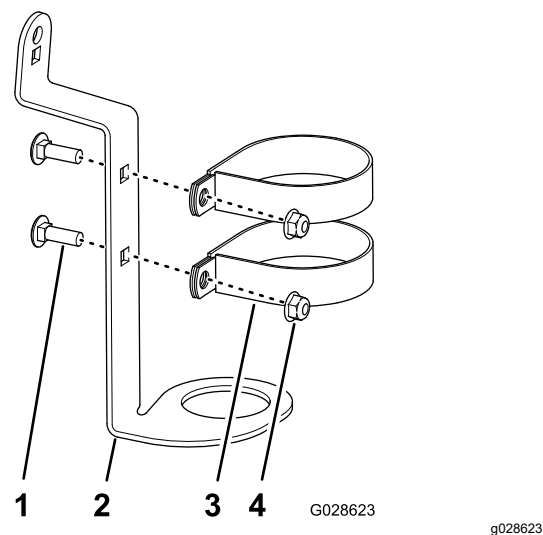

Figura 4
1. Montați cele 2 cleme pe consola pistolului de pulverizare (Figura 4) folosind 2 uruburi de fixare (5/16 x 1 inch) i 2 contrapiulie cu guler (5/16 inch).